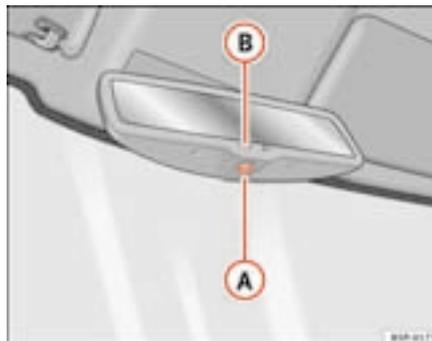

Fig. 69 Espelho interior com ajuste automático para posição de anti-encadeamento.
- Prima a tecla **A** ⇒ fig. 69. A luz avisadora **B** apaga-se.
- Prima a tecla **A** ⇒ fig. 69. A luz avisadora está acesa.